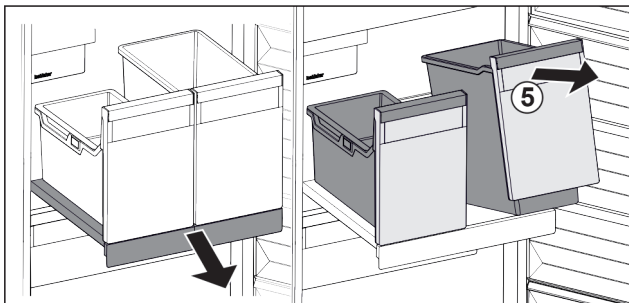

Fig. 41
- Sollevare il contenitore Fig. 41 (5) dal lato anteriore.